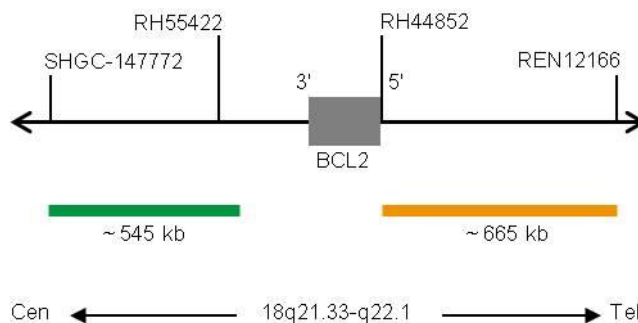

Abb. 1: SPEC BCL2 Sondenlokalisation (nicht maßstabsgetreu)
- ZyGreen (Anregung 503 nm/Emission 528 nm) markierten Polynukleotiden (~10 ng/ μ l), die gegen Sequenzen in 18q21.33* (chr18:60,046,152-60,589,273) gerichtet sind, welche proximal zur BCL2-Bruchpunktregion lokalisiert sind (siehe Abb. 1).
- ZyOrange (Anregung 547 nm/Emission 572 nm) markierten Polynukleotiden (~4,5 ng/ μ l), die gegen Sequenzen in 18q21.33-q22.1* (chr18:60,994,528-61,658,503) gerichtet sind, welche distal zur BCL2-Bruchpunktregion lokalisiert sind (siehe Abb. 1).